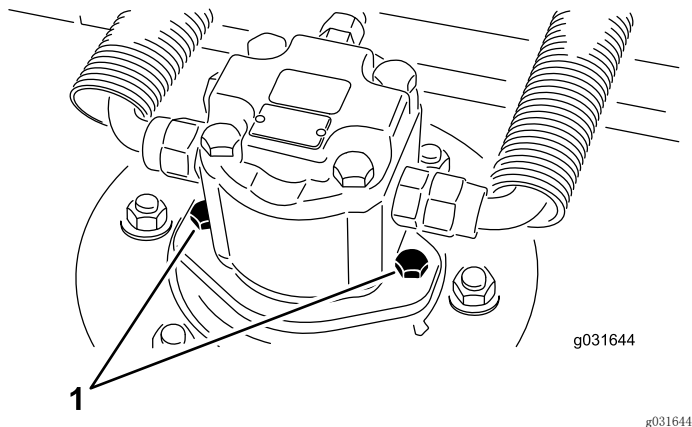

图 68
2. 卸下液压马达安装螺丝，从滚刀组上断开并拆除液压马达（图 68）。
4. 使用液压马达安装螺丝，将液压马达安装到滚刀组上（图 68）。